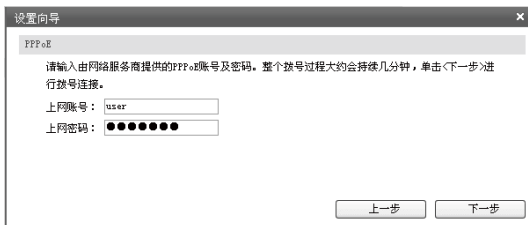

图4-7 上网方式-PPPoE
1)如果上网方式为PPPoE,即ADSL虚拟拨号方式,则需要填写网络服务商提供的上网账号和密码,如图4-7所示。